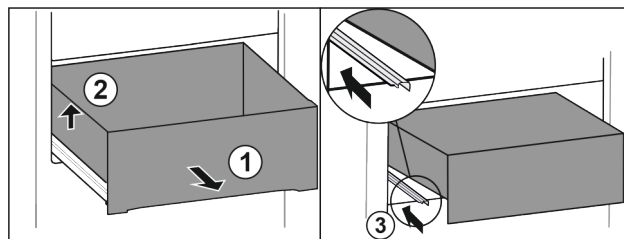

Fig. 71
- ▶ Træk skuffen ud indtil anslag. Fig. 71 (1)
- ▶ Løft skuffen i venstre side. Fig. 71 (2)
- ▶ Skub den venstre skinne ind. Fig. 71 (3)